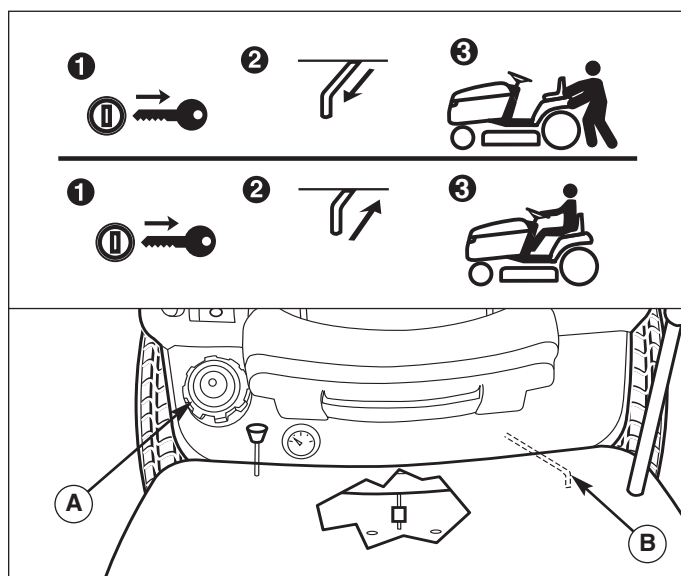

Figure 2.1. Levier de débrayage de la transmission (2WD)
2. Tirer le levier de débrayage de la transmission en arrière d'environ 6,4 cm pour le verrouiller en position débrayée (Figure 2.1).